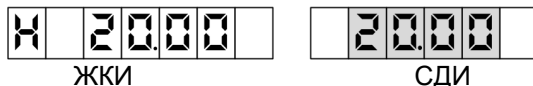

Рисунок 13
7.10 При снижении питающего напряжения до 150 вольт или его отключении устройство выключается, на табло отображается информация о последнем наливе (рисунок 13). На СДИ информация о последнем наливе отображается в мигающем режиме: свечение – 1 сек., пауза – 6 сек.